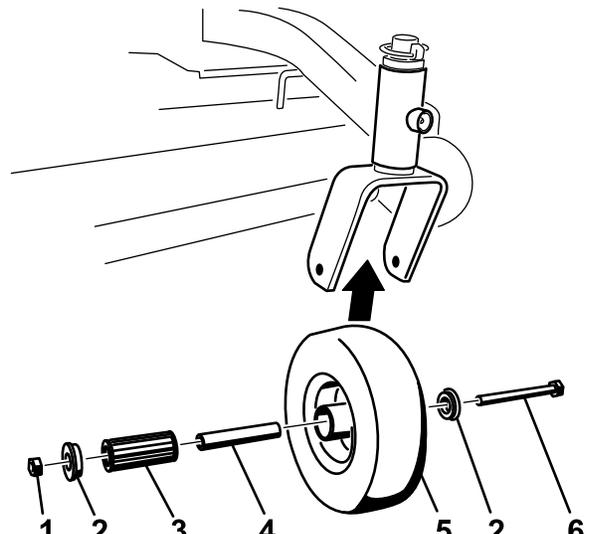

Figura 39
2. Retire un solo casquillo y tire del casquillo intermedio y del cojinete de rodillos para sacarlos del cubo de la rueda (Figura 39).
3. Retire el otro casquillo del cubo de la rueda y limpie la grasa y la suciedad del cubo de la rueda (Figura 39).
4. Inspeccione el cojinete de rodillos, los casquillos, el casquillo intermedio y el interior del cubo de la rueda para comprobar que no están desgastados. Cambie las piezas defectuosas o desgastadas (Figura 39).
5. Para montar el conjunto, coloque un casquillo en el cubo de la rueda. Engrase el cojinete de rodillos y el casquillo intermedio y deslícelos en el cubo de la rueda. Coloque el segundo casquillo en el cubo de la rueda (Figura 39).
6. Instale la rueda giratoria en la horquilla y fíjela con el perno y la contratuerca. Apriete la contratuerca hasta que el casquillo intermedio se apoye contra el interior de las horquillas de las ruedas giratorias (Figura 39).
1. Retire la contratuerca y el perno que sujetan la rueda giratoria a la horquilla (Figura 39).